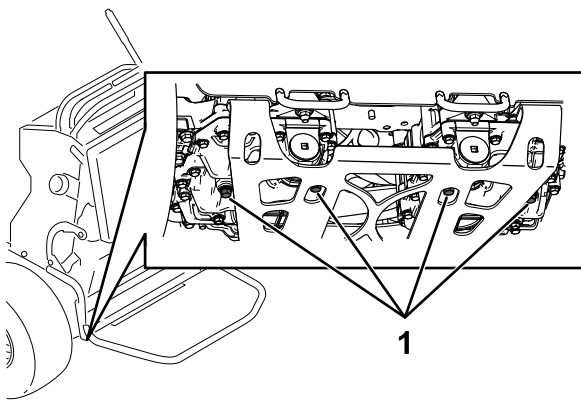

Figure 67
3. Localisez les bouchons de vidange sous la base de la transmission et placez un bac de vidange sous le bouchon (Figure 67).